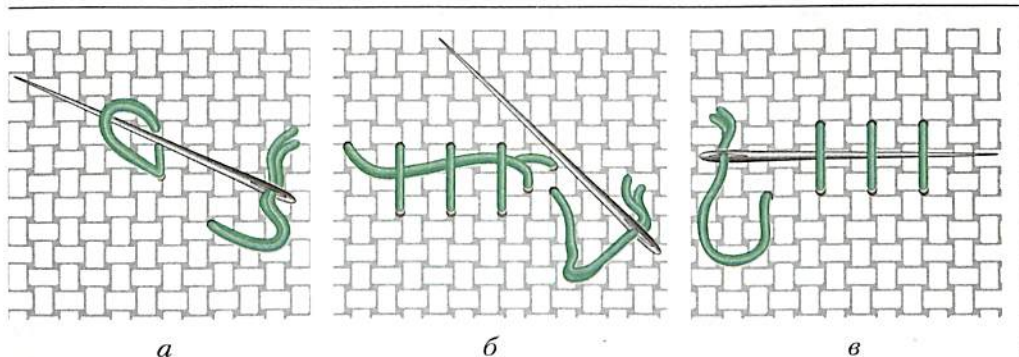

Рис. 82. Закрепление нитки на ткани
1. Отделить от пасмы одну тонкую нитку. Сложить её пополам и обоими сложенными концами вдеть в иглу. Сделать маленький стежок в начале работы, потянуть нитку, пока не останется маленькая петелька. Пропустить иглу через петельку и затянуть (рис. 82, а).
2. Отделить от пасмы две нитки, заправить их в иглу. Вывести иглу на лицевую сторону так, чтобы кончик нитки длиной около 1 см остался с изнаночной стороны. Придерживая его пальцами, сделать первые стежки так, чтобы они закрепили нитку (рис. 82, б).
Закончив шов, вывести нитку на изнаночную сторону, закрепить её коротким стежком на месте и провести иглу с ниткой под несколькими изнаночными стежками готовой вышивки. После этого обрезать нитку (рис. 82, в).